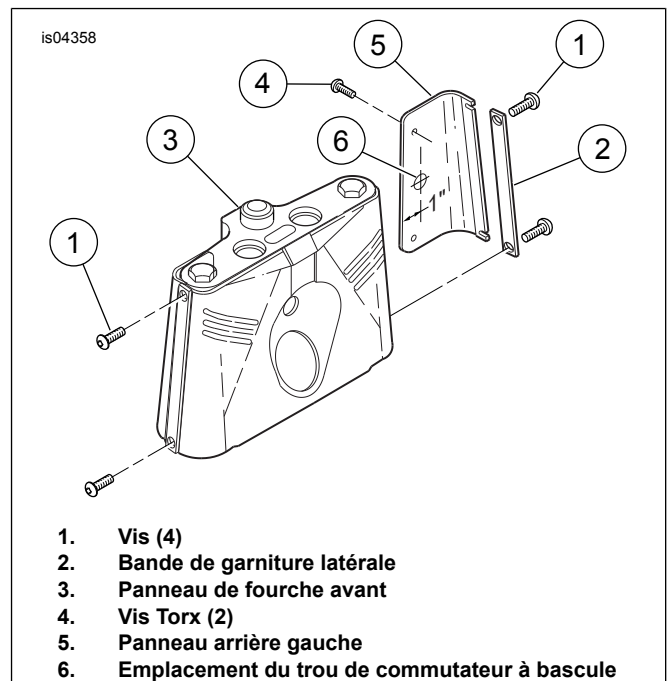
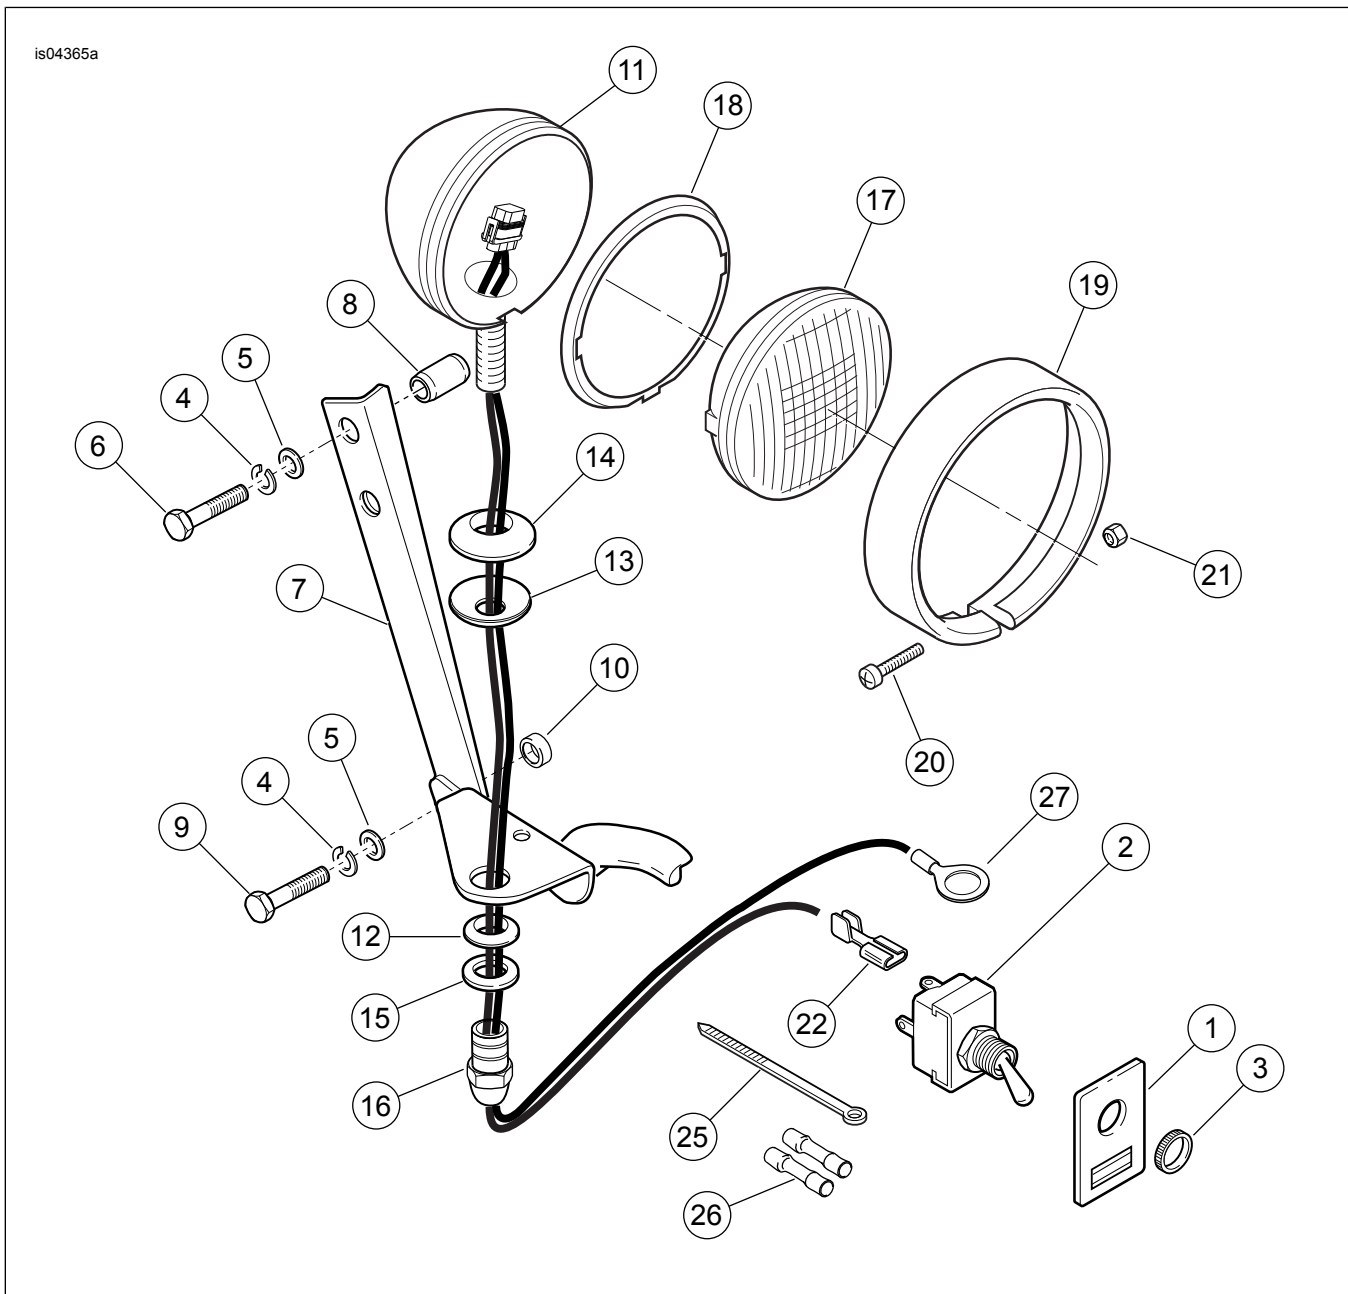

Figure 1. Trou de commutateur à bascule
Figure 6. Pièces de rechange : Kit de feu auxiliaire
Voir Figure 6 et Tableau 1.
1. Voir Figure 1 . Retirer et éliminer les deux vis (1) ainsi que les bandes de garniture latérales (2) de chaque côté du panneau de garniture de fourche (3).
2. Dévisser les vis TORX® (4) et retirer le panneau arrière (5) du panneau de garniture de fourche avant. Retirer le bouchon de trou et l'éliminer.
3. Voir Figure 6 . Fixer l'étiquette adhésive (1) autour du trou percé ( Figure 1 Figure 1 , élément 6). Installer le commutateur à bascule (2) dans le trou en utilisant l'écrou moleté (3). Mettre le panneau arrière de côté pour le câblage ultérieur.
4. Poser la rondelle-frein (4) et la rondelle (5) sur les deux boulons (6). Introduire les boulons dans les trous supérieurs du support (7) et à travers l'entretoise (8). Les faire passer dans les trous supérieurs du support de fourche et dans le panneau de garniture, puis les visser à la force des doigts.
- Poser la rondelle-frein (4) et la rondelle (5) sur les deux boulons (9). Introduire les boulons dans les trous inférieurs du support (7) et à travers l'entretoise (10). Les faire passer dans les trous inférieurs du support de fourche et dans le panneau de garniture, puis les visser à la force des doigts.
- Fixer le boîtier de feu auxiliaire (11) au support à l'aide des pièces (12 à 16), dans l'ordre indiqué à la Figure 6 .
- Voir Figure 6 . Déconnecter le fil conducteur d'alimentation retenu des fils de phare et attacher le connecteur (3) à la borne restante du commutateur à bascule (2).
- Sertir les deux fils noirs en une extrémité d'épissure bout à bout. Utiliser un petit morceau de câble (23) et le sertir dans l'extrémité opposée de l'épissure bout à bout. Sertir l'extrémité finale dans la borne circulaire (27).
8. Voir Figure 1 . Attacher le panneau latéral gauche (5) au panneau de fourche avant (3), sous le côté gauche du support de feu auxiliaire.
9. Veiller à acheminer les fils de manière qu'ils ne soient pas pincés entre le panneau de garniture et le support de fourche. Utiliser des serre-câbles (25) pour attacher les fils au support de fourche et au châssis de la moto.
6. Voir Figure 6 . Installer les feux auxiliaires (17) et les anneaux de garniture (19).